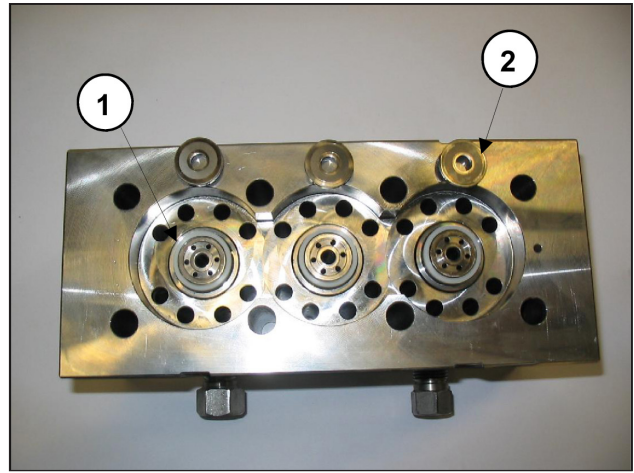

Fig. 23
Durant le démontage des chemises, faire attention à ne pas perdre les sièges de soupape ① et les soupapes plates ② comme le montre la Fig. 23 car elles pourraient tomber du fait qu'elles sont simplement posées sur le fond.